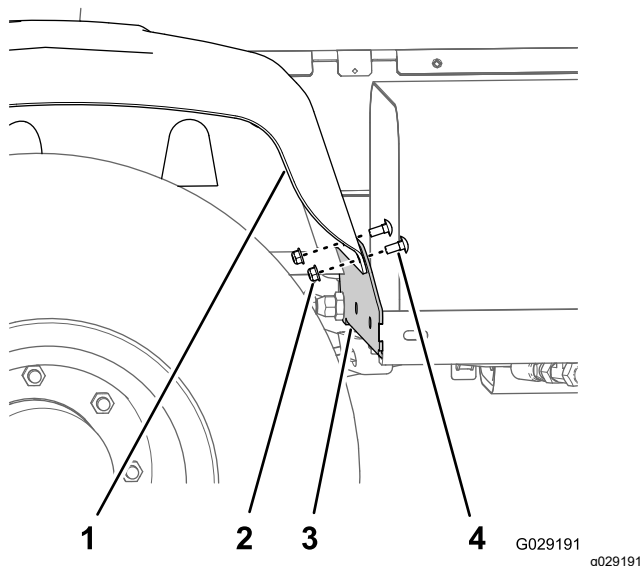

Рисунок 4
1. Выверните 2 каретных болта и 2 фланцевые контргайки, которые крепят правое заднее крыло к переднему кронштейну крыла (Рисунок 4).